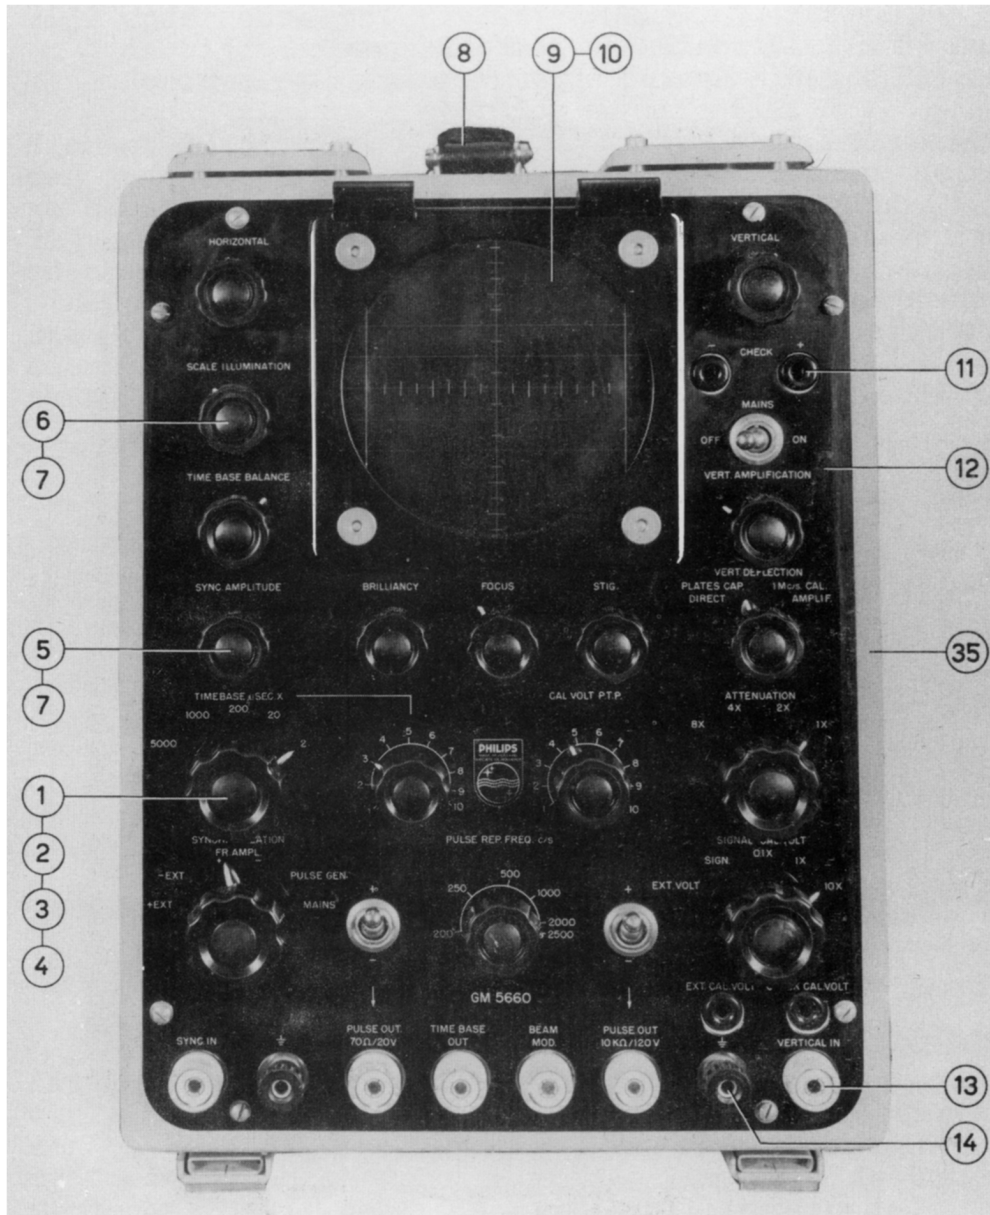

fig. 2
4.2. Vooraanzicht (zie fig. 2)